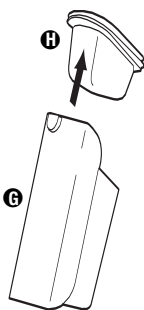

FIG. 5
**Step 3:** Remove dust cup filter **H** from the dust cup **G**, shake contents of dust cup into a waste container (Fig. 5).
**Paso 3:** Retire el filtro **H** del recipiente para polvo **G** y sacuda el contenido del recipiente para vaciarlo en el recipiente de residuos (Fig. 5).